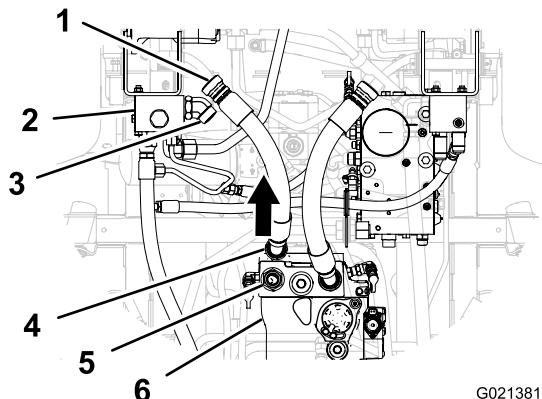

Figura 17
2. Remova o encaixe a 45° da mangueira de pressão do encaixe a direito na bomba hidráulica (Figura 17).